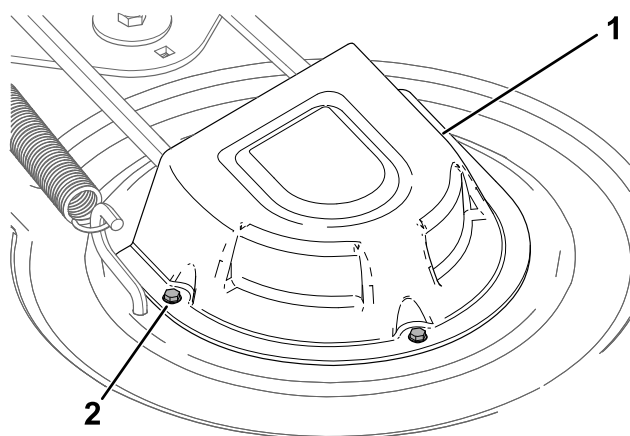

Figura 53
4. Desaperte os parafusos e retire as coberturas da polia (Figura 53).